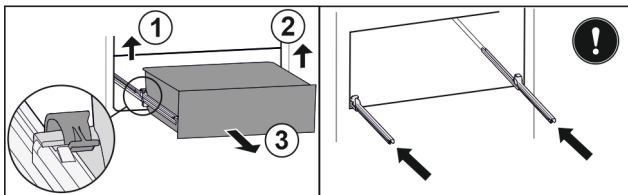

Fig. 29 *
- Sollevare il morsetto a sinistra e contemporaneamente tirare in avanti il cassetto a sinistra Fig. 29 (1)*
- Sollevare il morsetto a destra e contemporaneamente tirare in avanti il cassetto a destra Fig. 29 (2)*
- Rimuove il cassetto tirandolo in avanti Fig. 29 (3)*